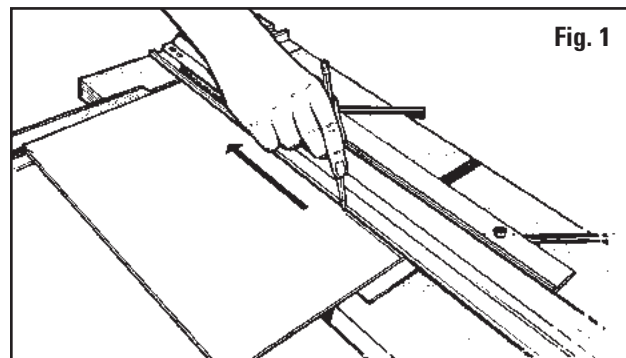

Fig. 1
3. En utilisant un crayon, tracez une ligne sur toute la longueur du passe-partout en utilisant la barre de guidage comme guide. **Fig. 1.** Répétez cette opération pour les trois côtés restants.
1. Stellen Sie die Passepartout-Führung auf die gewünschte Randbreite ein. Für einen 5 cm breiten Rand richten Sie die Vorderseite der Passepartout-Führung mit der 5 cm (2 Zoll) Markierung aus und ziehen die schwarzen Knöpfe fest. **Abb. 1**
3. Ziehen Sie mit einem Bleistift Linien über die gesamte Länge der Passepartout-Rückseite. Wiederholen Sie diesen Schritt für die anderen drei Seiten. **Abb. 1.**
3. Utilizando un lápiz, marque una línea a lo largo de la longitud completa de la lámina perimétrica utilizando el Carril Guía como guía. **Fig. 1.** Repita esto para los tres lados restantes.
3. Con una matita, tracciare una linea lungo l'intera lunghezza del cartoncino utilizzando la rotaia di guida come guida. **Fig. 1.** Ripetere per i tre lati rimanenti.
1. Verrouillez le guide de passe-partout longitudinalement au niveau du repère de 2 pouces (5,08 cm) sur l'échelle. **Fig. 1**